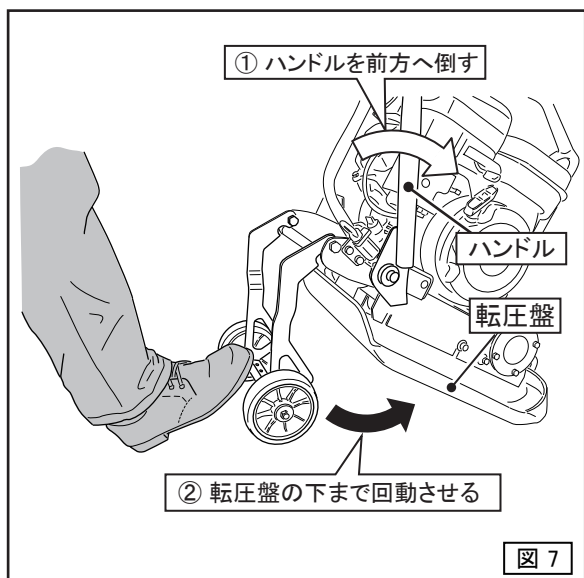

図 7
4. ハンドルを前方に倒し、転圧盤の後端を浮かして車軸を転圧盤の下に、車軸のアームが転圧盤に接するまで回転させます。(図7)